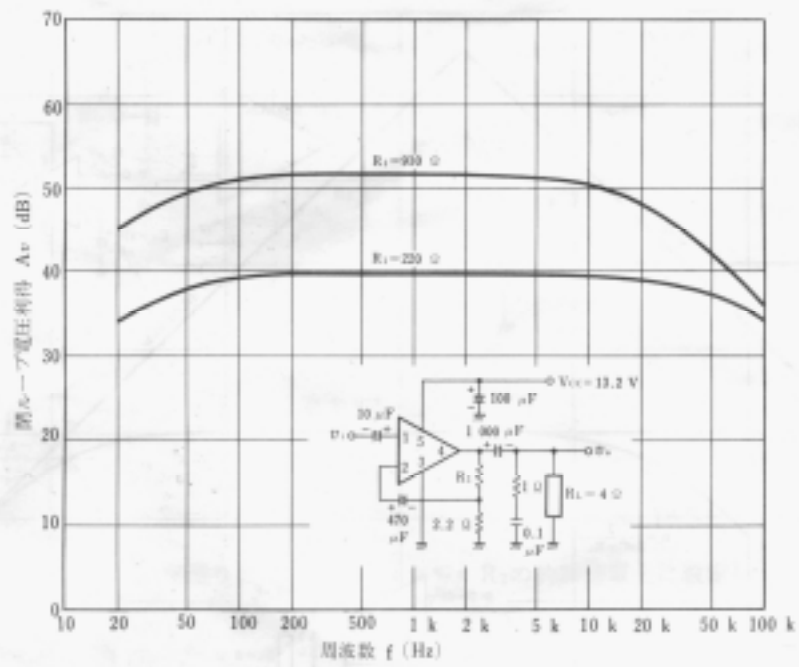

図4 閉ループ電圧利得 対 周波数 特性
- (1) 回路Aの方法は、外付部品が少なく、設計できますが、他の方法に比べ $R_1$ の値が高くなり、電源リップルの影響を受けやすくなります。また、利得がIC内蔵の帰還抵抗 $R_0$ に依存しますので、利得のバラツキが多くなります。
- (2) 回路Bの方法は、回路Aの欠点を改善したもので、 $R_1$ の値を $R_0$ よりも十分に低く選ぶことにより、利得のバラツキが少なくなります。さらに、 $R_2$ の値が低く選定できますので、電源リップルの影響も少なくなります。図4に回路Bによる閉ループ電圧利得対周波数特性を示します。
- (3) 回路Cの方法は、基本的には、回路Bと同様ですが、利得を決定している $R_1$ および $R_2$ に直列に容量 $C_1$ および $C_2$ が接続されています。